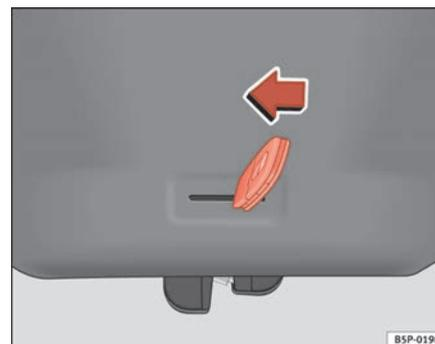

Fig. 48 Portón trasero: apertura de emergencia
- Introduzca el espadín de la llave en la ranura y desbloquee el sistema de cierre, dirigiendo la llave de derecha a izquierda, tal como indica la flecha ⇒ fig. 48. ■